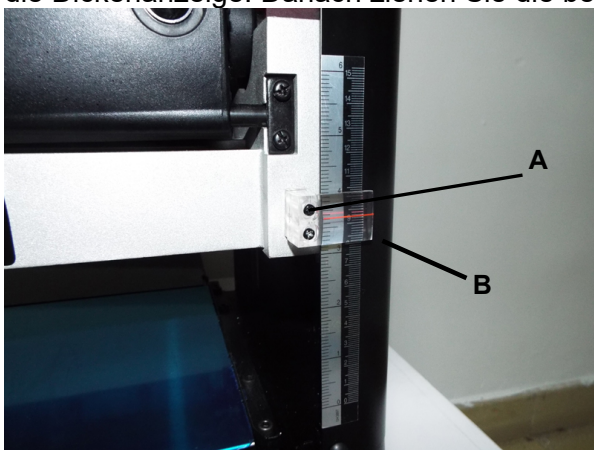

ABB. 10
Die Dickenskala seitlich rechts an der Hobelmaschine zeigt die Dicke des fertigen Werkstücks an. Zur Überprüfung der Skala lassen Sie ein Stück Holz durch die Hobelmaschine laufen und messen anschließend die Dicke des Holzes. Wenn die Skala nicht richtig ausgerichtet ist, lösen Sie die beiden Rundkopfschrauben (A), mit denen die Skalenanzeige (B) befestigt ist, und korrigieren dann die Dickenanzeige. Danach ziehen Sie die beiden Schrauben wieder fest. Abb. 10